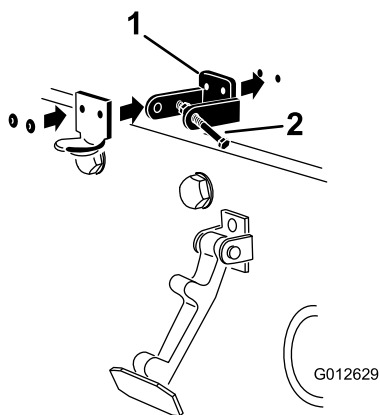

Figura 6
4. Mentre allineate i fori di montaggio, posizionate la staffa di bloccaggio CE e la staffa del fermo del cofano sul cofano (Figura 6).
6. Rivettate le staffe e le rondelle al cofano (Figura 6).